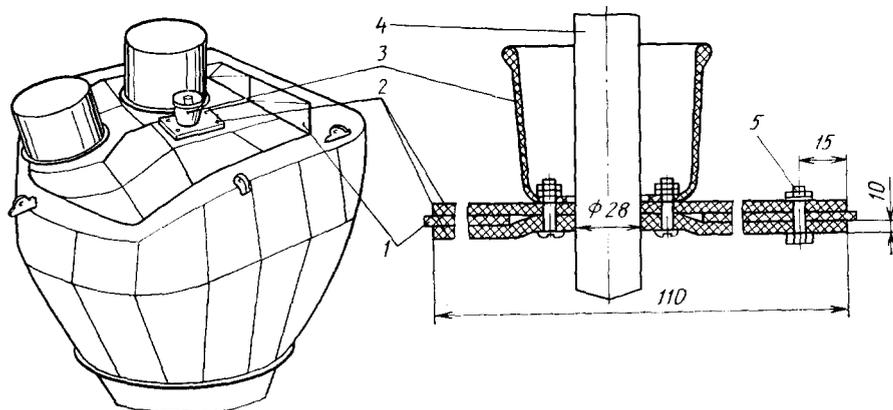

Рис. 3.1.1. Ремонт ламинатного бака с сельскохозяйственной аппаратуры самолета Ан-2:
3.3. Вырежьте с помощью спецпробойника и пневмодрели отверстия $\varnothing 28$ мм по центру пластин и $\varnothing 6,2$ мм по четырем углам на расстоянии 15 мм от краев пластин (рис. 3.1.1.).